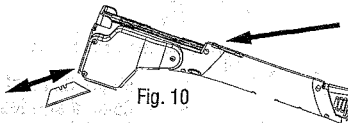

Fig. 10
• La lame peut maintenant être enlevée. Voyez la fig. 10.